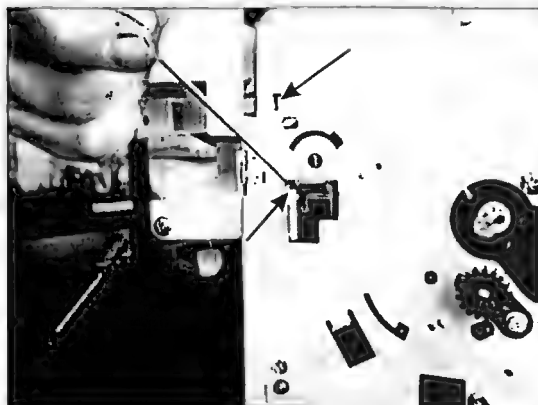

Рис. 6.32
- По-очереди надавливают на две защелки с правой стороны, оттянув опору (рис. 6.32). То же самое делают с левой стороны.